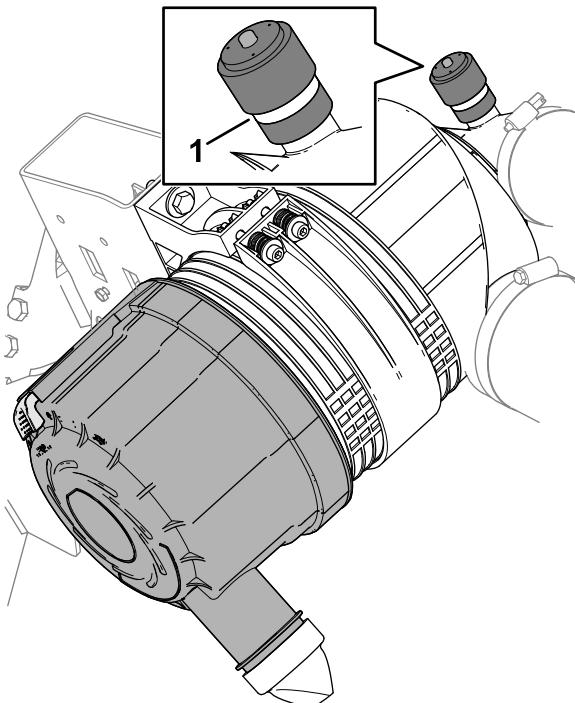

Bild 117
3. Überprüfen Sie die Wartungsanzeige am Ende des Luftfiltergehäuses (Bild 117).